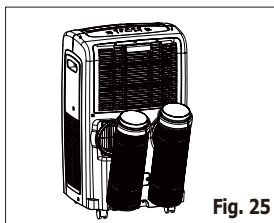

Fig. 25
4. Raccourcissez les tuyaux à leur taille originelle et fixez les kits de tuyau de fenêtre (tuyau et adaptateur B) sur les supports de tuyau tel que présenté à la fig.25.